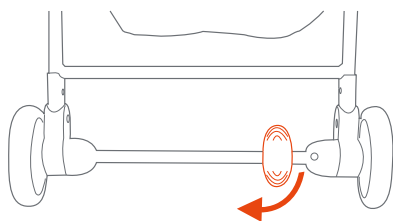

Fig. 8
8) Para colocar los frenos, presione levemente hacia abajo para hacer girar la palanca de freno ubicada en la rueda trasera. Puede ser necesario mover la silla de bebé hacia adelante o hacia atrás de manera sutil para alinear los dientes del freno con el espacio para freno de cada rueda (Fig. 8). NOTA: De manera sutil, intente mover la silla de bebé hacia adelante para verificar que no sea posible hacerlo.